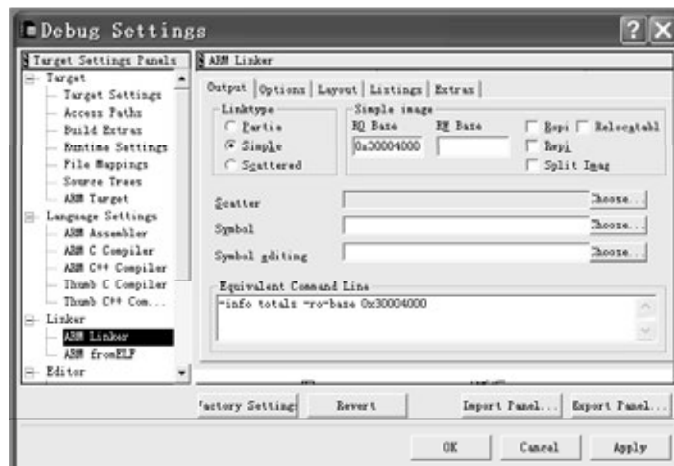

图 7.8 连接器选项设置
- 3) 连接器的选项设置（Linker） 在 Target Settings Panels 列表框中选择 Linker 选项，再在其下选择 ARM Linker，即可得到连接器的选项设置对话框，如图 7.8 所示。
OUTPUT 选项卡：该选项卡用来控制连接器进行连接操作的类型。其中 Linktype 选项组中的单选按钮确定使用的连接方式。这里选择 Simple，连接器将根据连接器选项中指定的地址映射方式，生成简单的 ELF 格式的映像文件，所生成的映像文件中的地址映射关系比较简单。当选择 Simple 连接类型时，需要设置下列的连接器选项，如图 7.8 所示。